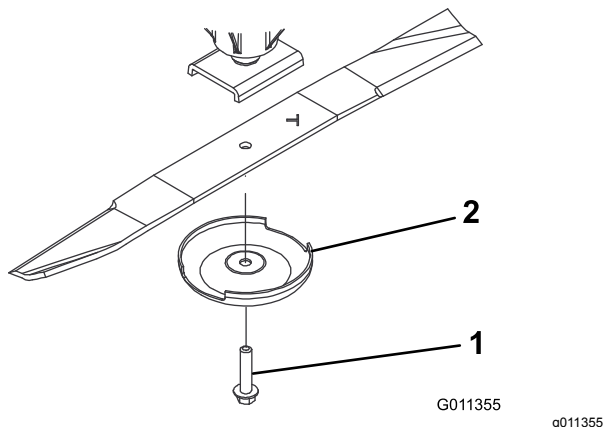

Figure 96
2. Tenez la lame par son extrémité avec un chiffon ou un gant épais. Enlevez le boulon, la coupelle de protection et la lame de l'axe de pivot (Figure 96).
3. Montez la lame, la partie relevée vers le plateau de coupe, et fixez-la avec la coupelle de protection et le boulon (Figure 96). Serrez le boulon de la lame à un couple de 115 à 149 N·m.
Si la lame est trop usée, une entaille se forme entre la partie relevée et la partie plane (Figure 96). La lame peut alors se briser et un morceau être projeté du dessous de la machine, vous blessant gravement ou une personne à proximité.